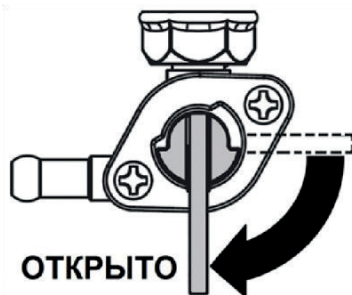

Рис. 7. Кран топливного бака
1. Откройте кран топливного бака. Для этого рычаг крана переведите в вертикальное положение (Рис. 7).